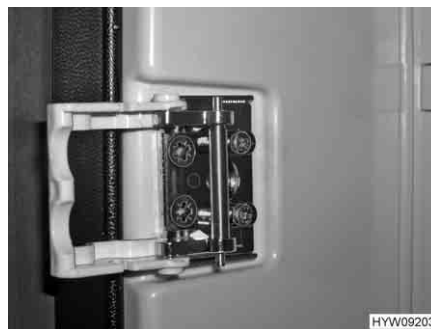

Fig. 146 Dispositivo di chiusura
- Ruotare la staffa (Fig. 143,1 o Fig. 145,1) in avanti (Fig. 144 o Fig. 146).
A seconda del modello, il frigorifero può essere dotato anche di un dispositivo di chiusura, come quello illustrato in Fig. 145 e Fig. 146.